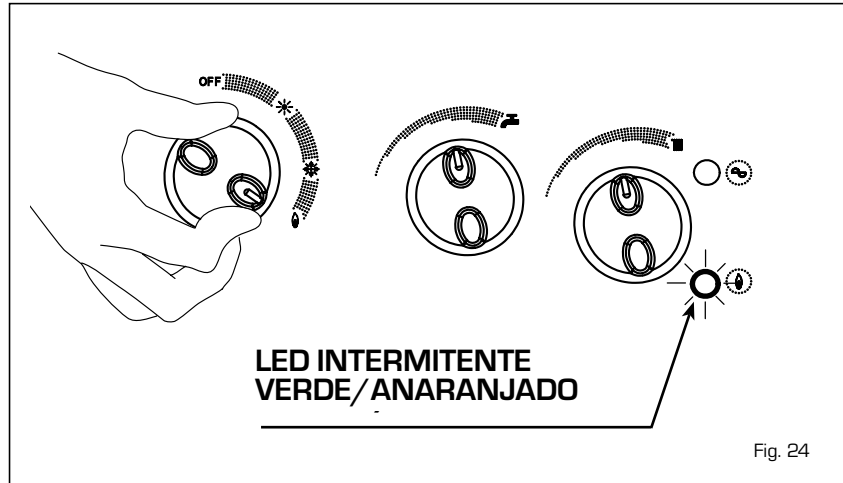

Fig. 24
4.7.1 Función deshollinador (fig.24)